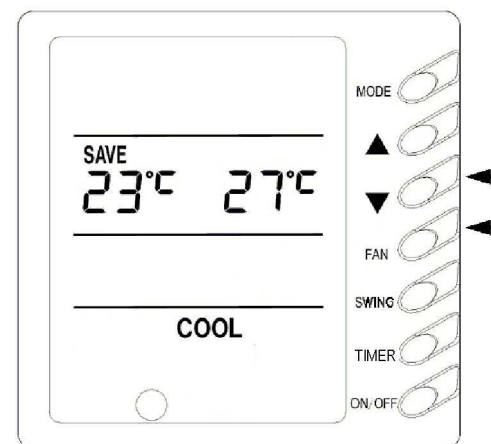

Рис. 15
8) Настройка экономии энергии (рис. 15)